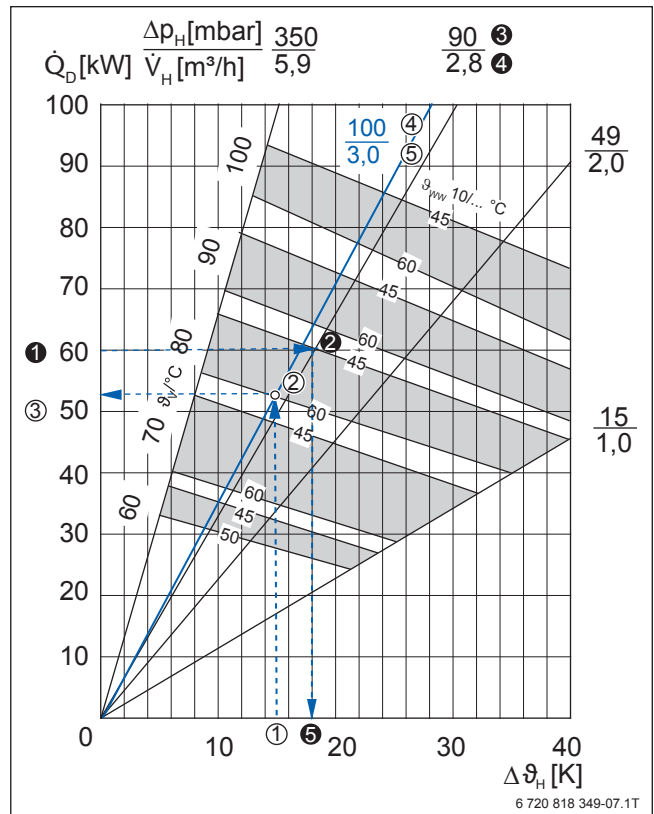

Bild 41 Dauerleistungsdiagramm für Logalux SU500.5 mit Hilfslinien für zusätzliche Werte; Beispiele blau hervorgehoben
- Heizwasser-Druckverlust und -Volumenstrom (→ Bild 41, Seite 56)
Ablese (→ Bild 41)
Standardwerte sind in den Tabellen „WarmwasserLeistungsdaten“ des Speichers zu finden. Für spezielle Auslegungsfälle ist der Druckverlust aus dem Dauerleistungsdiagramm (ggf. interpolieren, → Bild 41, Seite 56) bzw. aus dem Druckverlustdiagramm in Abhängigkeit vom Volumenstrom abzulesen.